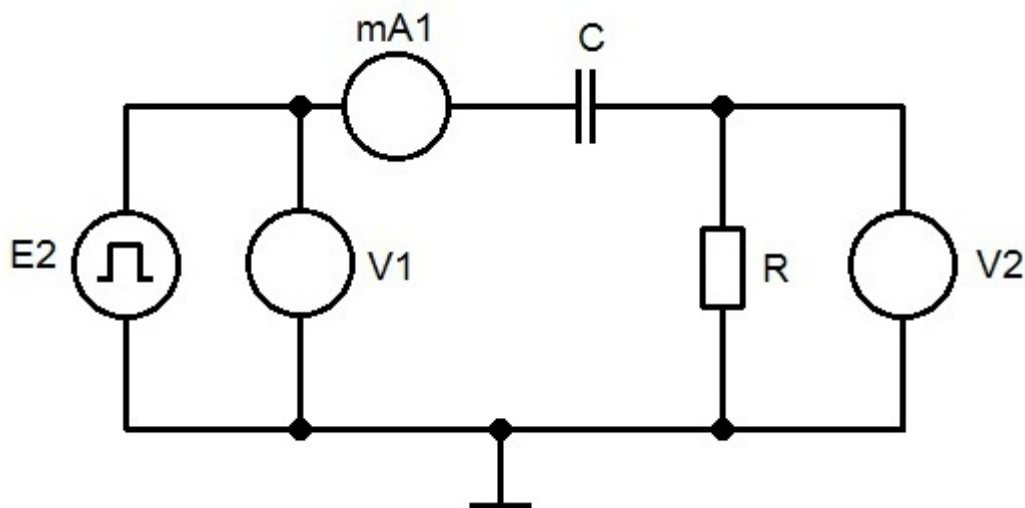

Рис. 2. Дифференцирующая RC-цепь
1. Собрать схему дифференцирующей цепи (рисунок 2).
3. Получить осциллограммы входных импульсов V1, импульсов на резисторе V2 и тока в цепи mA1 (рис.2) при $\tau = t_{\text{имп}}$.